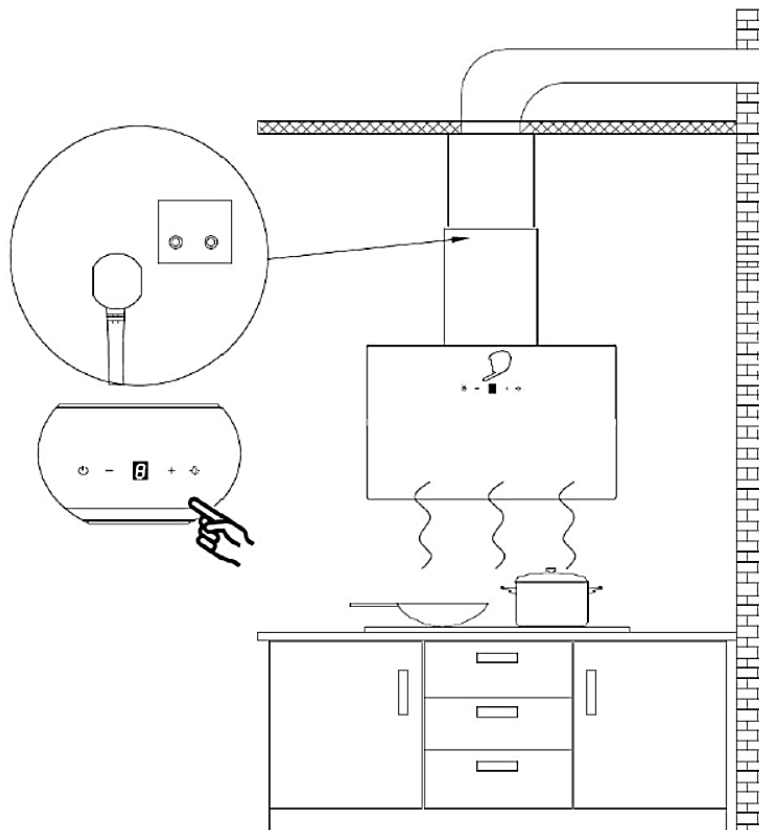

Рисунок 18
17. Включите и выключите LED лампы для проверки работоспособности прибора (см. рисунок 18)